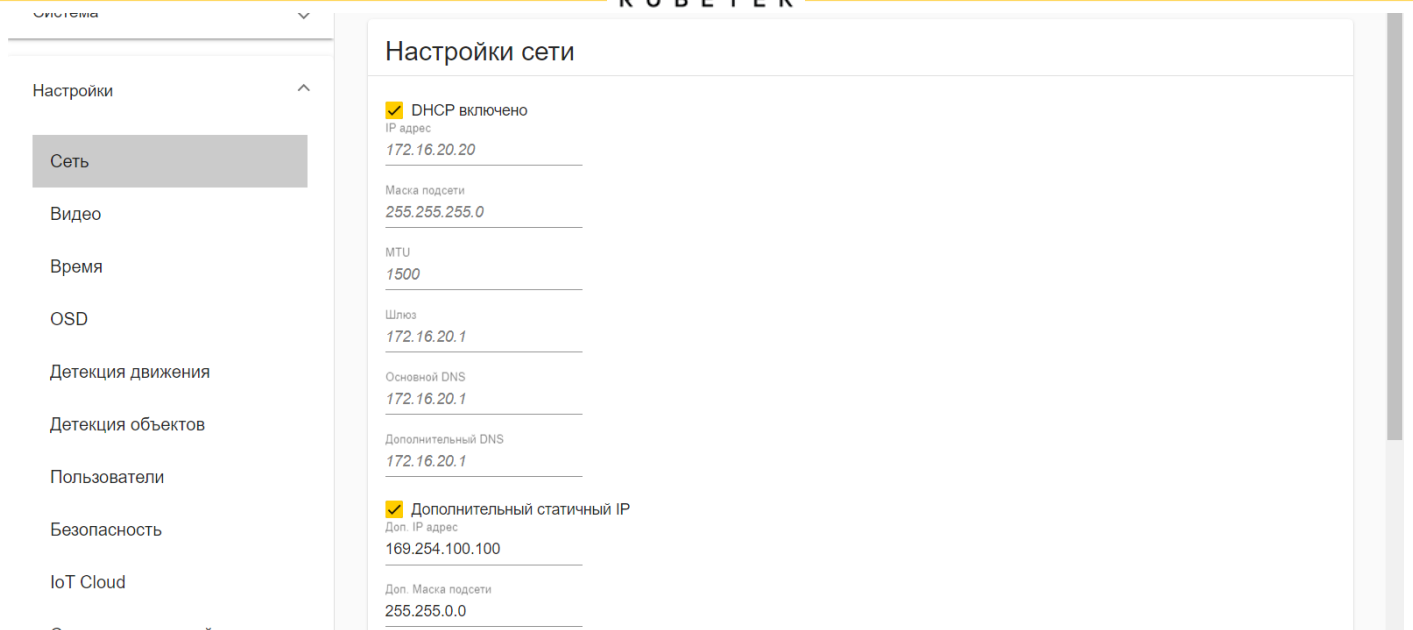

Рис. 7 – Подраздел меню Настройка сети
3.2.6. Для изменения настроек сети перейдите в раздел **Сеть > Настройка сети**. (см. рис. 7).